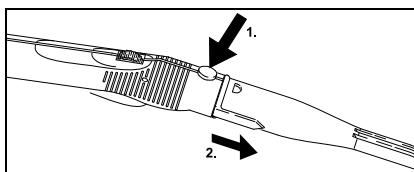

Fig. 9
- Para retirar los accesorios, pulse la tecla de desbloqueo (C2 o G2) y desacople las piezas (véase la fig. 9).